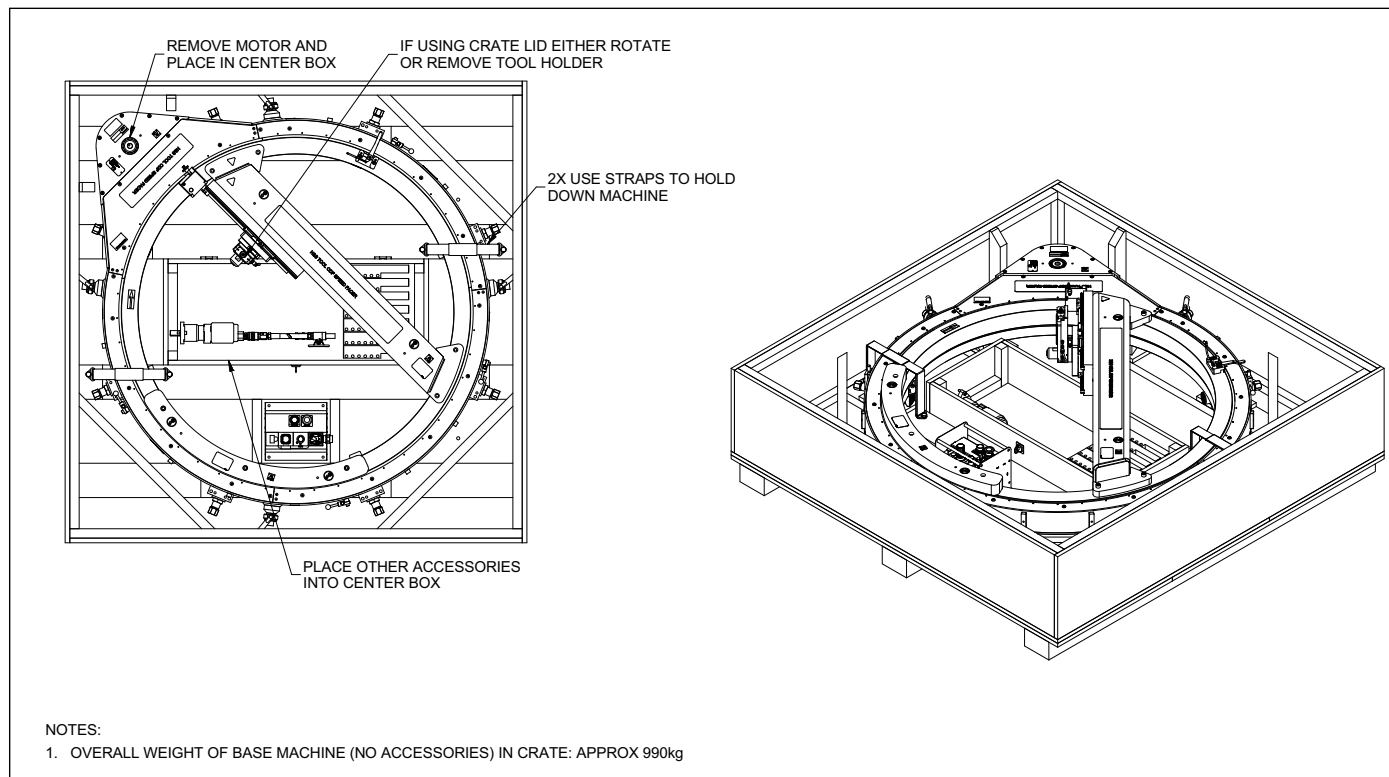

ABBILDUNG 6-1. ODF50 TRANSPORTKISTE
7. Lagern Sie die ODF50 Flanschdrehmaschine in ihrem Original-Transportbehälter (siehe Abbildung 6-1).
Die ODF50 Flanschdrehmaschine kann in ihrem original Transportbehälter transportiert werden, wie es in Abbildung 6-1. gezeigt wird.